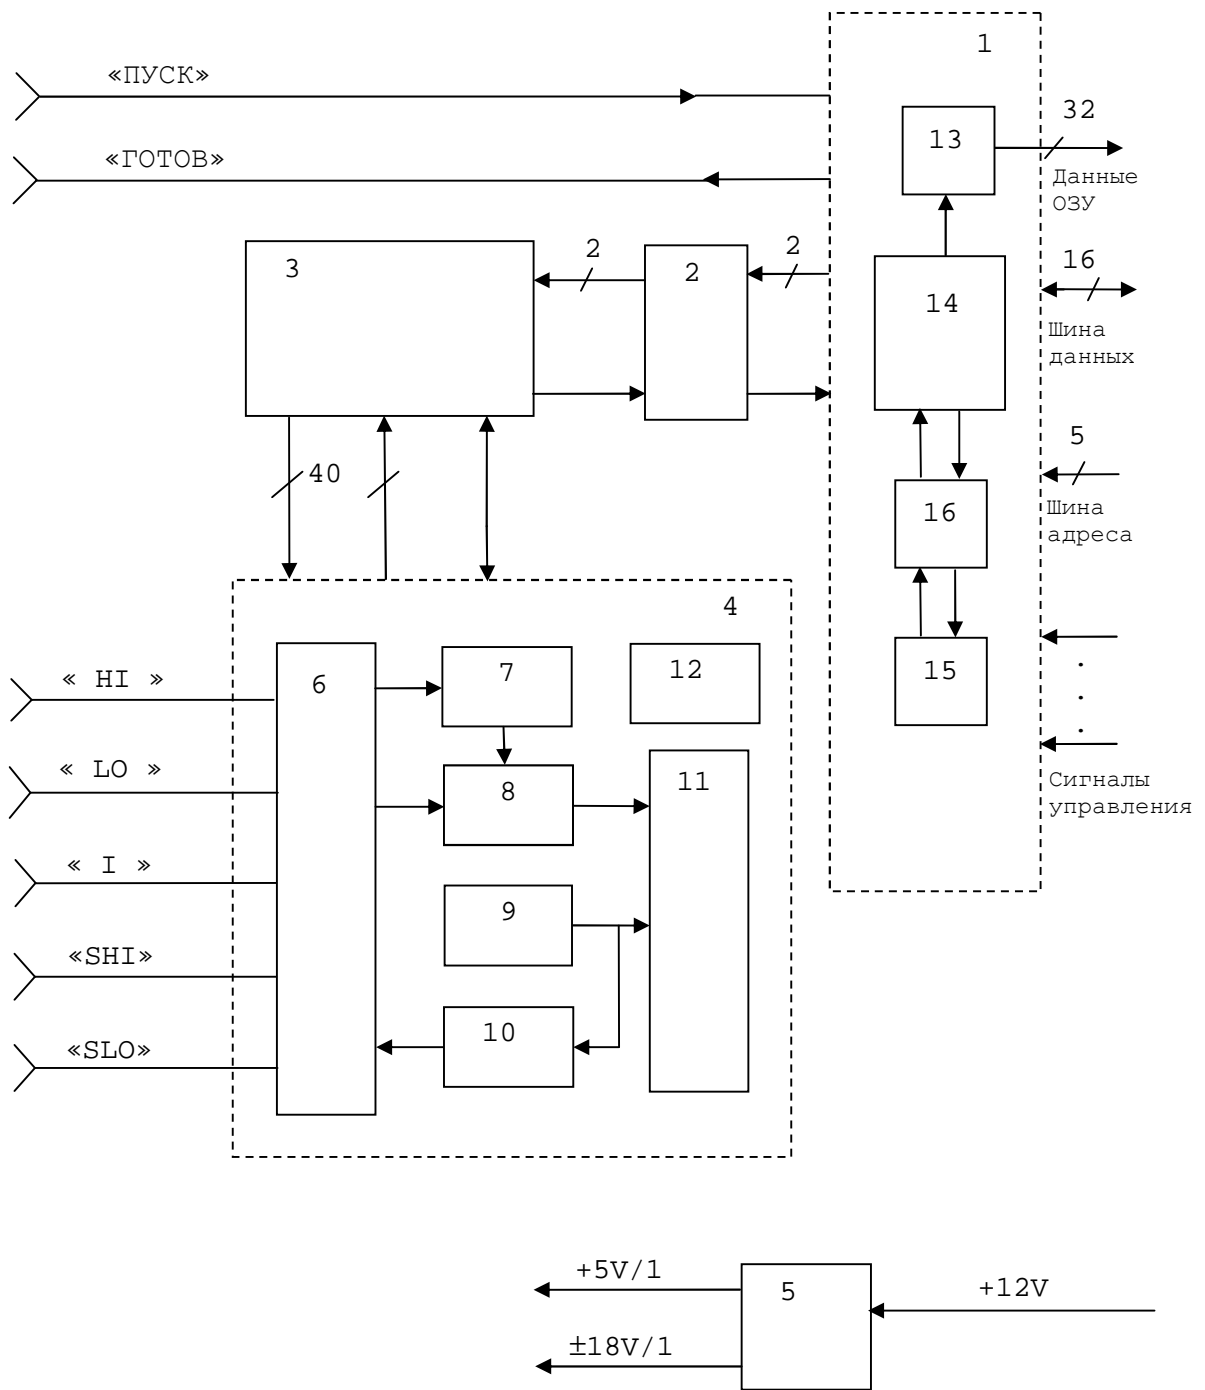

Рисунок 1 - Структура мезонины
1.3.1.1 Мезонин содержит следующие функциональные узлы (см. рисунок 1 «Структура мезонина»):